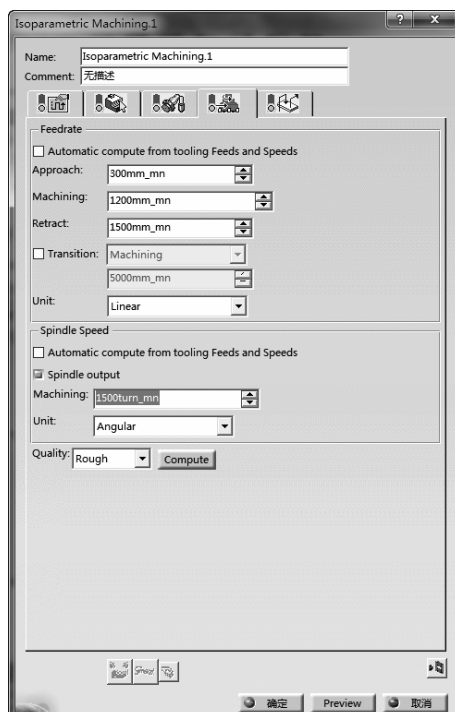

图 5-24 进给率参数选项卡 (1)
4) 定义进给率。单击“Isoparametric Machining.1”对话框中的，切换到进给率参数选项卡（1），如图 5-24 所示。